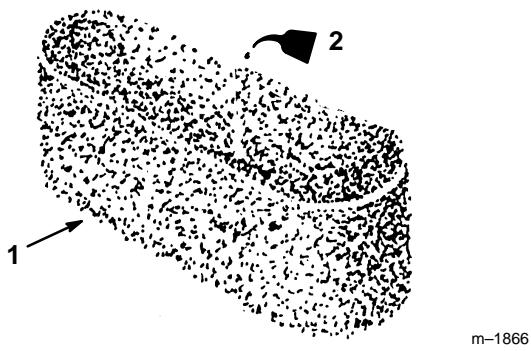

Figure 28
- Imbiber l'élément de 30 à 60 ml d'huile, soit une ou deux onces (Fig. 28). Presser l'élément pour bien répartir l'huile.